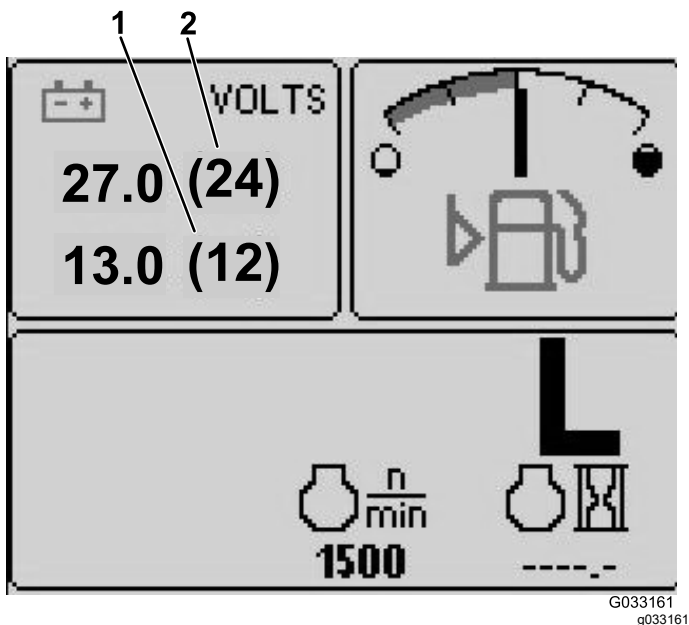

Figura 4
- Spia della tensione della batteria 12 V – schermata superiore sinistra (Figura 4)
- Spia della tensione della batteria 24 V – schermata superiore sinistra (Figura 4)
Questa visualizzazione indica entrambe le tensioni della batteria da 12 V e 24 V (Figura 4).